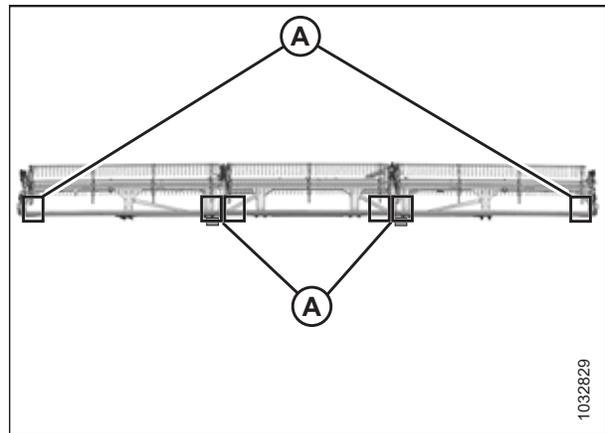

Abbildung 4.264: Messstellen an FlexDraper® Schneidwerk mit dreiteiliger Haspel
- Schneidwerke mit dreiteiliger Haspel: Abbildung 4.264, Seite 446